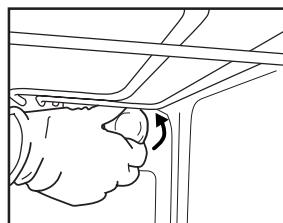
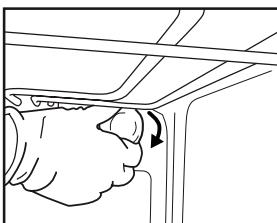

Bild 6
Bild 7
2. Skruva ur lampskyddet (Bild 6), byt ut glödlampan (se notering för typ av lampa) och skruva tillbaka lampskyddet (Bild 7).